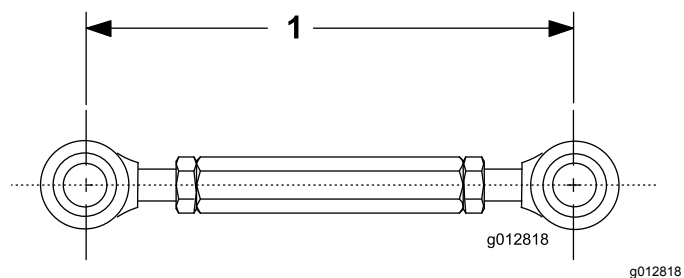

Figura 4
5. Regolate la lunghezza dell'attacco filettato a 19 cm e serrate i controdadi (Figura 4).